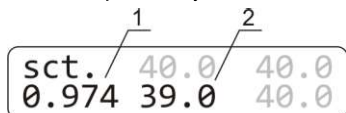

Рисунок 3. Изменение коэффициента:
- 6.4.6 С помощью кнопок **▲** и **▼ T °C**, измените коэффициент калибровки (рис. 3/1) так, чтобы новое значение температуры (рис. 3/2) соответствовало температуре независимого сенсора. В нашем примере коэффициент калибровки будет равен 0,974.